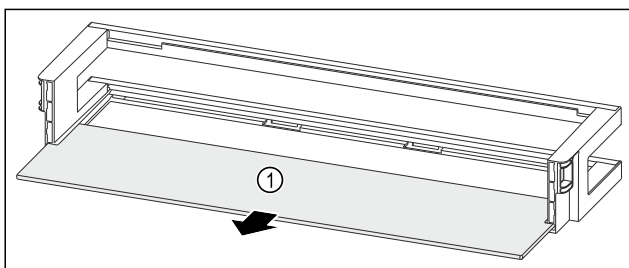

Fig. 50 Dørhylle med oppstillingsplass
- Fjern oppstillingsplassen Fig. 50 (1).